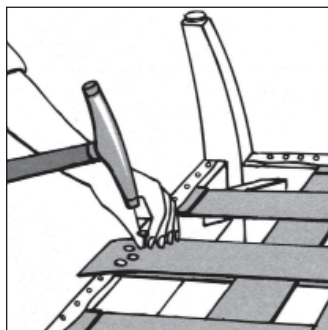

Figure 1 : Première sangle
3. Enfoncez quatre autres broquettes dans la sangle en les décalant afin d'augmenter sa résistance. **(Figure 1)**